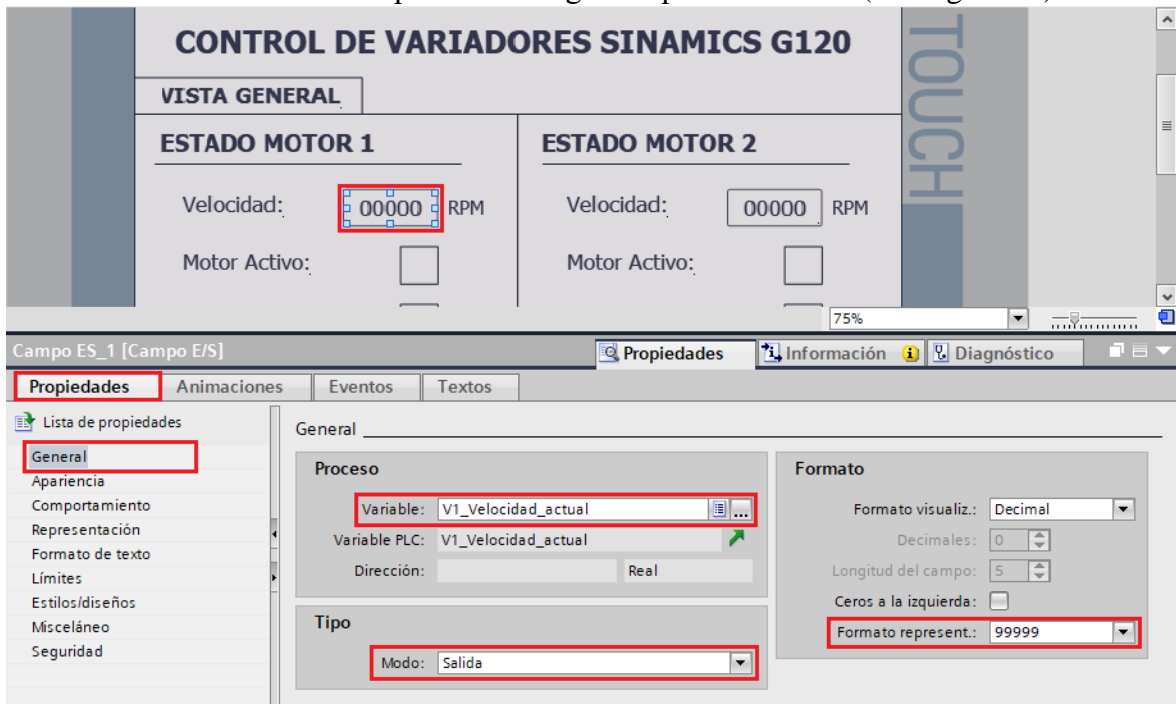

Figura 39. Configuración del campo E/S velocidad.
(2) Configuración del campo “ESTADO MOTOR 1”
- En “Formato” / “Formato represent” escoger la opción “99999” (ver Figura 39).